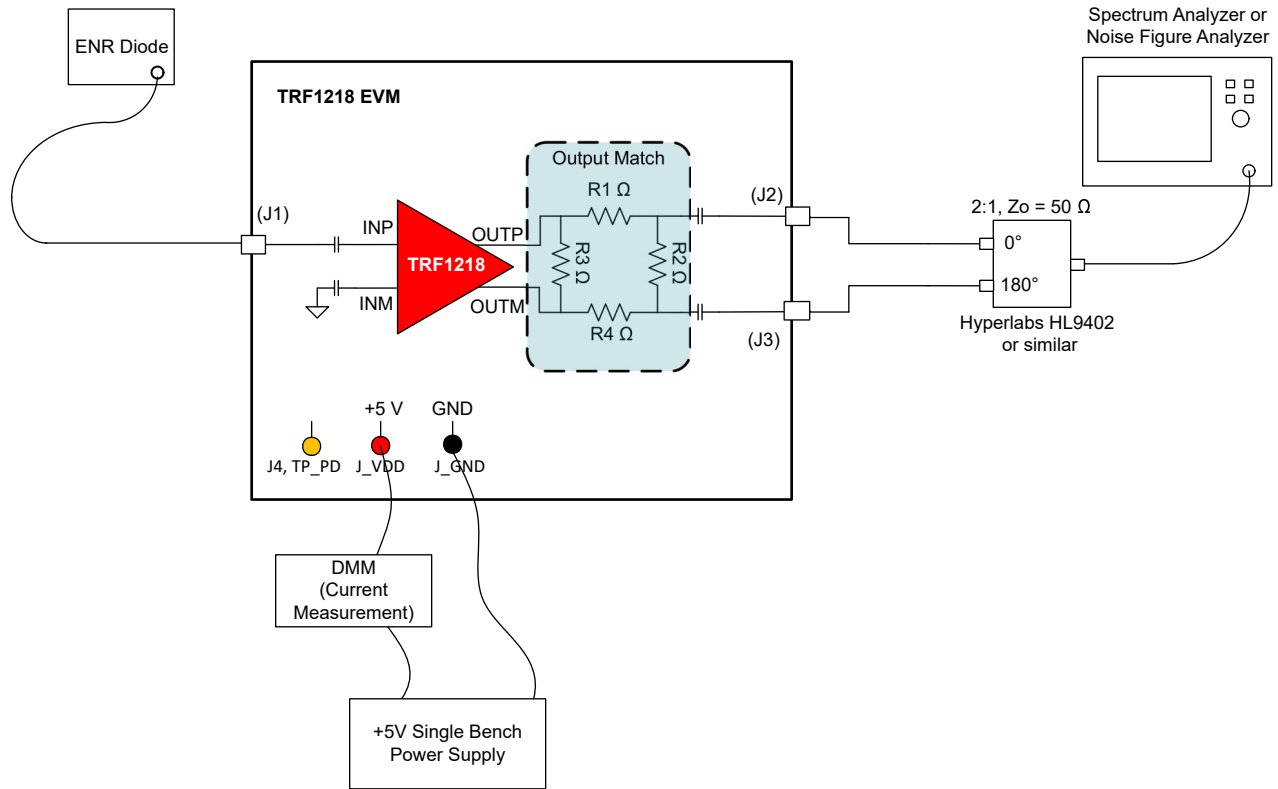

図 2-2. ノイズ指数テスト設定
1. 図 2-2 は、ノイズダイオードとスペクトルアナライザ (またはノイズ指数アナライザ) を使用した従来の Y ファクタ法を用いた NF の測定を示しています。
4. デバイス出力後の損失は、オンボード  $\pi$  型ネットワーク (9.6dB) のため大きく、出力損失を NF 測定に考慮することが重要です。式 1 は、測定された総合ノイズ指数 (NF) からデバイスの NF を求めるために使用される、カスケード接続されたノイズ係数に関する Friis 方程式を示しています。デバイスのノイズ係数は、 $F_1$  抽出後、対数スケールに変換して TRF1218 の NF を得ることができます。